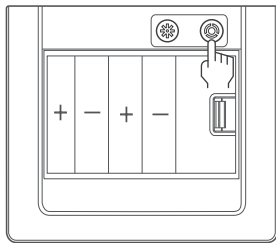

图4
2. 如图4，在面板电池盒里按黑色模式键“Ⓢ”可进行安全模式切换键，启动安全模式将语音提示“已进入安全模式”。再次按黑色模式键可取消安全模式。